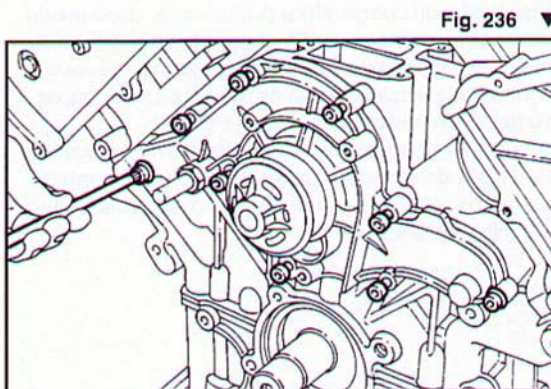

Fig. 236 ▼
- chiudere le nove brugole fissaggio pompa liquido refrigerante alla coppia di serraggio di 1,1 kgm, iniziando dalle due brugole laterali che sono dotate di rondella in rame (Fig. 236);
- tighten the nine Allen screws securing the coolant pump to a torque of 1.1 kgm, starting from the two screws at the sides with the copper washer (Fig. 236);